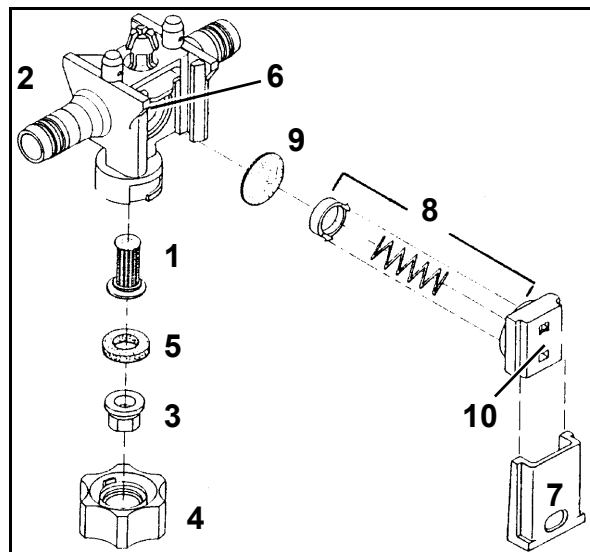

Bild 224
1. Kontrollera med jämna mellanrum monteringen för skjuthållaren (Bild 224/7). Tryck därvid in skjuthållaren i munstyckshuset (Bild 224/2) så långt som är möjligt med tumkraft. I nytt tillstånd får skjuthållaren under inga omständigheter tryckas in till anslag.
1. Montera munstycksfiltret (Bild 224/1) underifrån i munstyckshållaren (Bild 224/2).
2. Montera munstycket (Bild 224/3) i bajonettmuttrar (Bild 224/4).
3. Montera gummitätningen (Bild 224/5) på munstyckets ovansida.
Avlagringar i membransätet (Bild 224/6) är den vanligaste orsaken till att droppskyddet **inte fungerar korrekt** och ger efter droppning. Demontera och rengör droppskyddsventilen i fråga:
1. Dra ut skjuthållaren (Bild 224/7) ur munstyckshållaren (Bild 224/2) i riktning mot bajonettmuttern.
2. Ta ur fjäderelementet (Bild 224/8) och membranet (Bild 224/9).
3. Rengör membransätet (Bild 224/6).
Se till att fjäderelementet blir korrekt återmonterat (se bild). De förskjutna kanterna på fjäderhuset (Bild 224/10) ska ha den stigande profilen vänd mot rampprofilen.